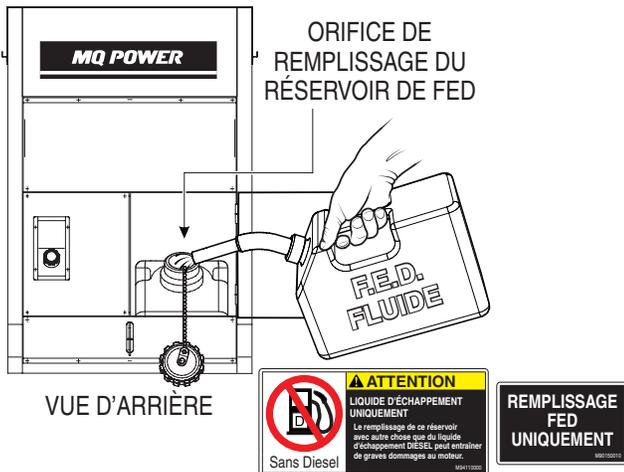

Figure 34. Remplissage du réservoir de FED
1. Retirez le **bouchon de remplissage du réservoir de FED** (Figure 34).